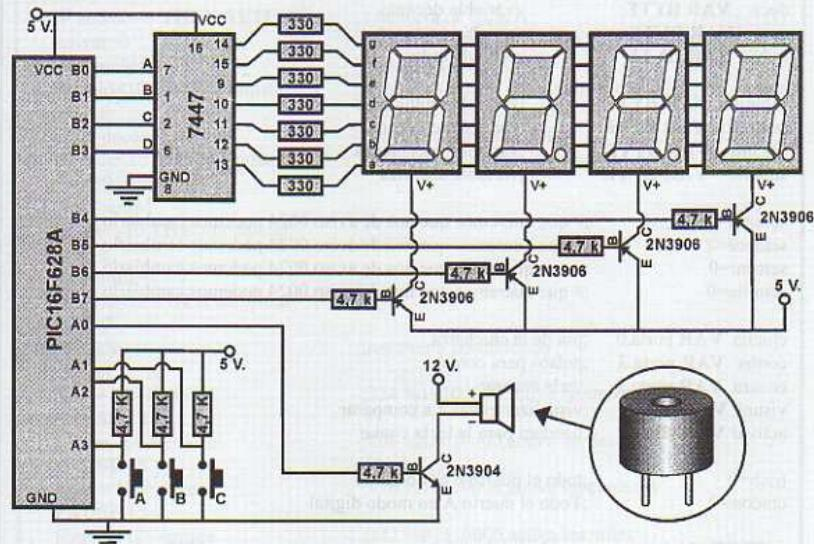

Figura 5.4.5.1. Esquema de conexionado del contador de 4 dígitos, adicionalmente se muestra la forma de la chicharra activa a 12V de referencia GS1212.
- 1 chicharra de 12 V, como el de la figura 5.4.5.1.